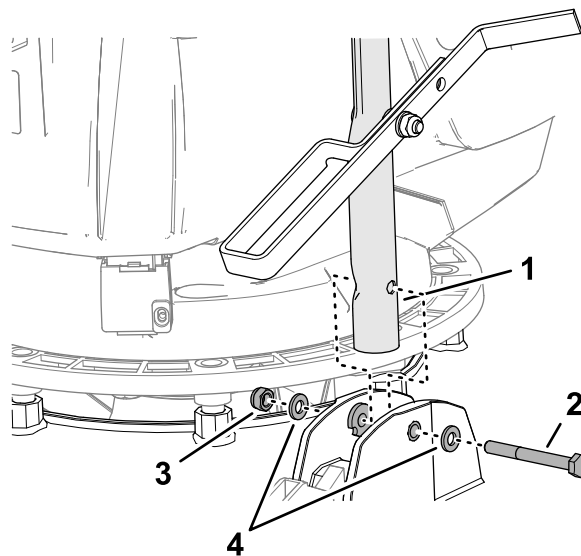

Figur 6
2. Rikta in handtagets fotstöd med fästet för det övre stoppet på klippdäcket (Figur 6).